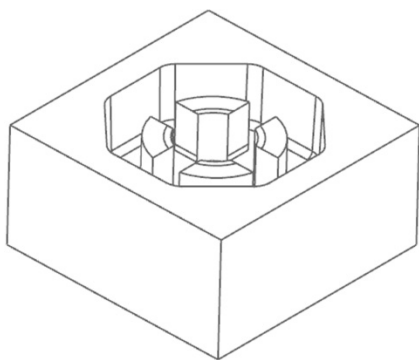
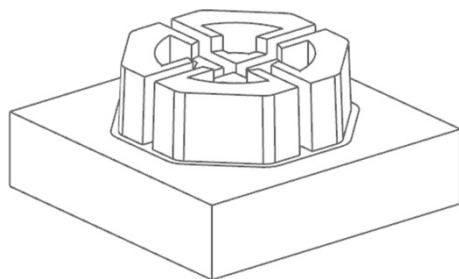

图 3-21 创建型腔零件
图 3-22 型芯零件
(38) 单击“定义型腔和型芯”按钮，在【定义型腔和型芯】对话框中选取“所有区域”。
(39) 单击“确定”按钮，创建型腔零件，如图 3-21 所示。再创建型芯零件，在型芯上与型腔相配合的曲面用其他颜色显示，如图 3-22 所示。